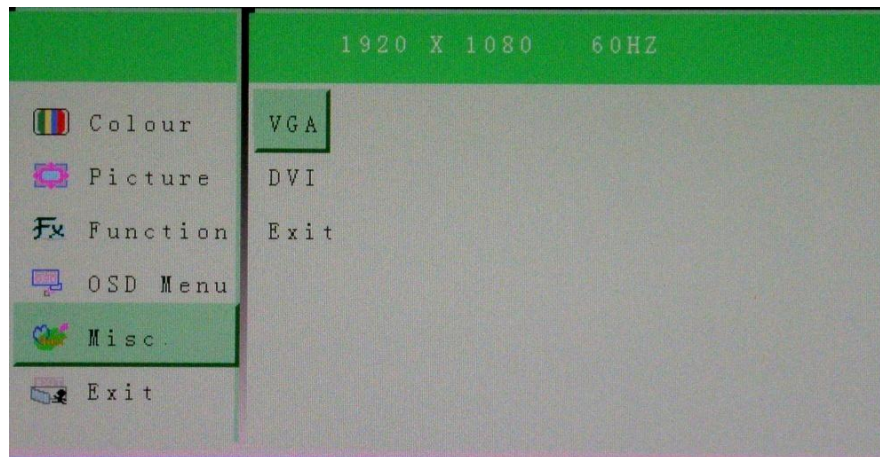

Рисунок 7 – пункт меню «Input»
- «Input» – вход в меню выбора входов видеосигнала (см. рисунок 7) из ряда: